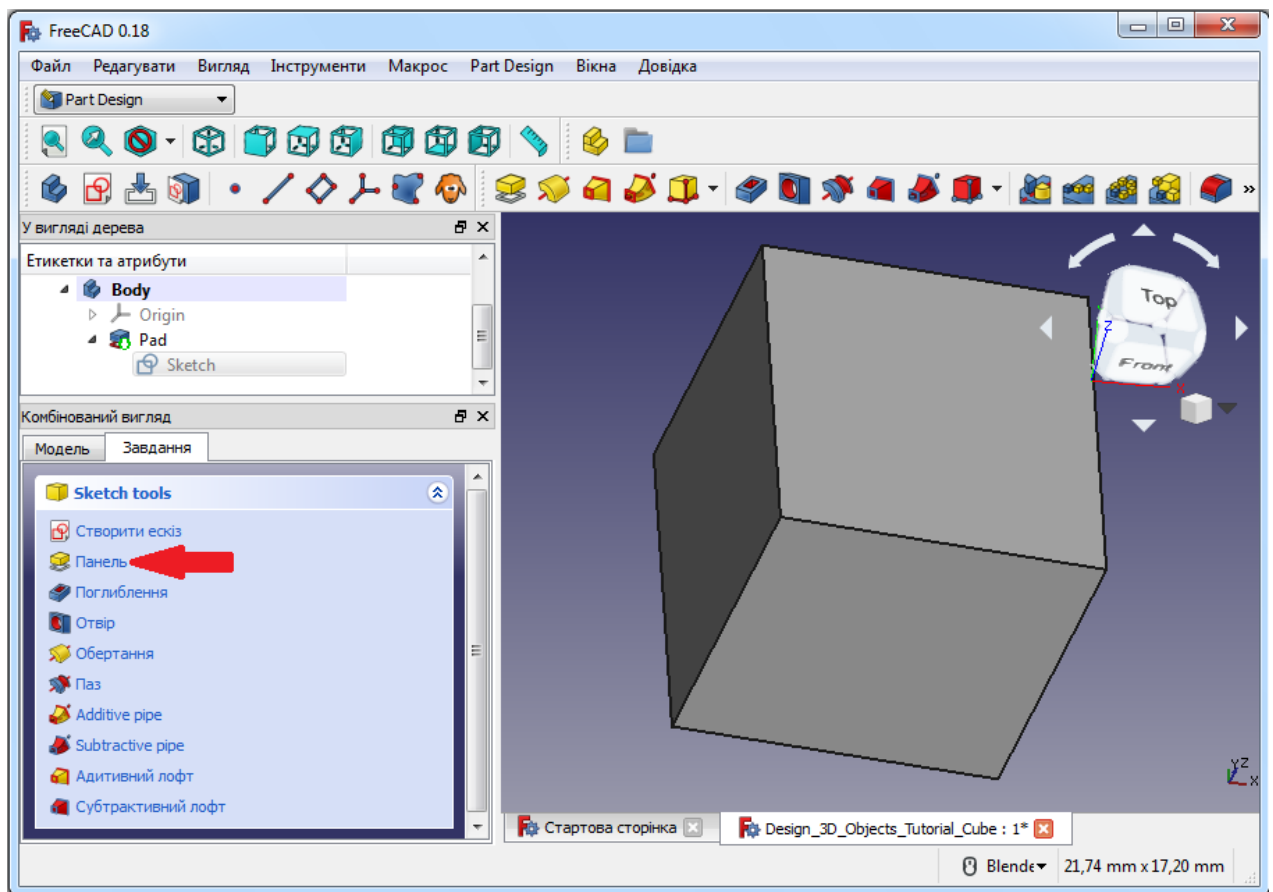

Рисунок 19 – Робота з командою **Pad** (Панель)
1. Оберіть команду **Pad** (Панель) в розділі **Task** (Завдання) у комбінованому уявленні панелі (рисунок 19).